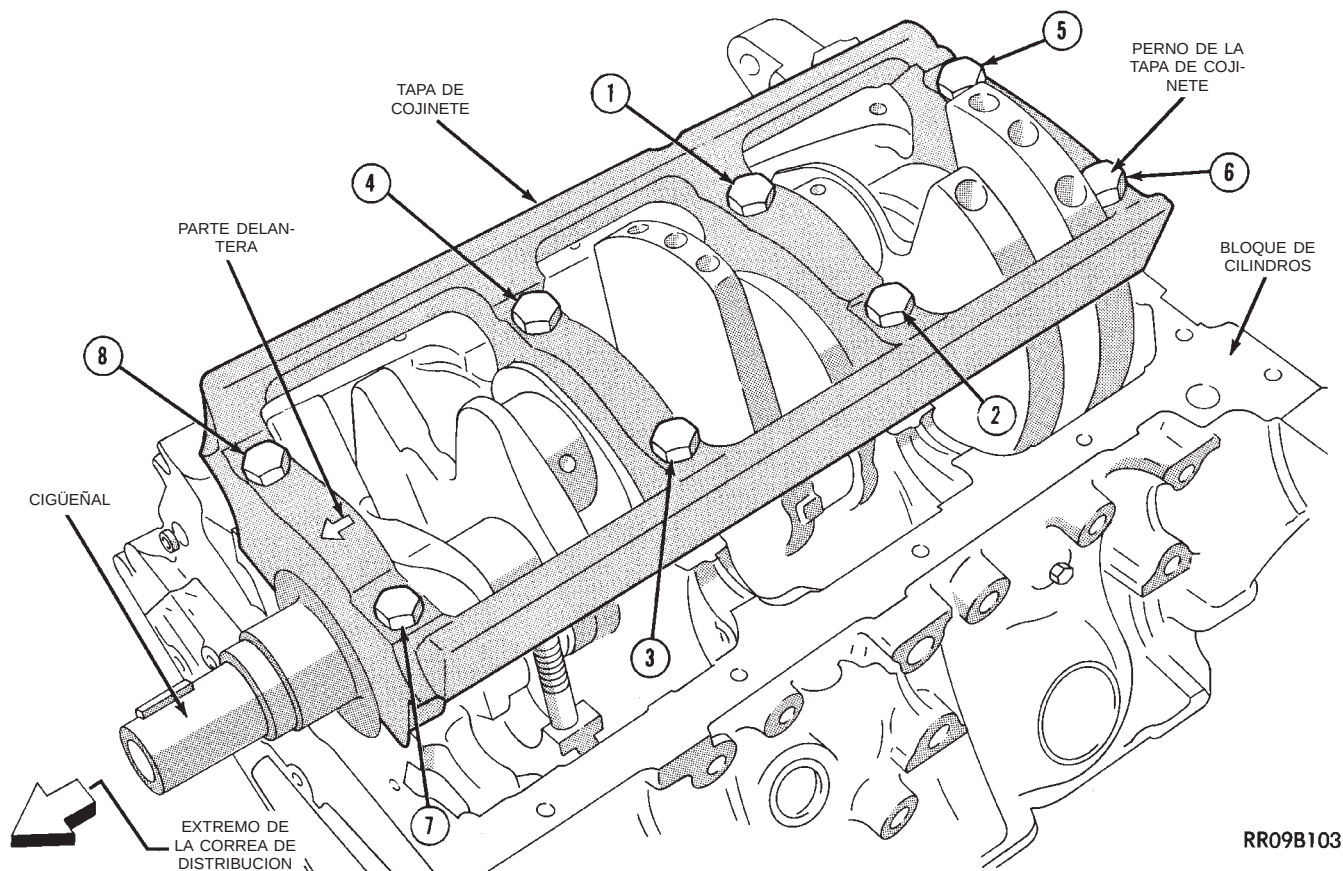

Fig. 79 Tapa del cojinete principal del cigüeñal
(4) Lubrique los cojinetes y gorriones e instale el cigüeñal.
(5) Instale los cascos inferiores del cojinete principal, (sin las ranuras de engrase) en la tapa del monobloque.
(6) Instale un par de arandelas de empuje en la tapa.
(7) Instale con cuidado la tapa de cojinete con las flechas (Fig. 79) orientadas hacia el extremo de la correa de distribución.
(8) Lubrique las roscas de los pernos de la tapa de cojinete, instale y apriete los pernos en forma progresiva, en la secuencia que se muestra en la (Fig. 79) con una torsión de 94 N·m (69 lbs. pie).
(9) Verifique el juego longitudinal del cigüeñal realizando los siguientes pasos: